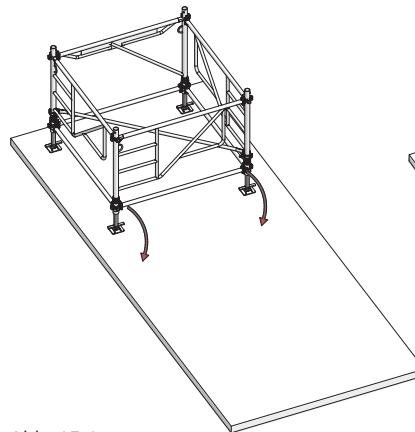

Abb. 15.1
Der Untergrund muss eben sein, damit eine Montage möglich ist (Abb. 15.1).
2. Die montierte Ebene 1 um 90° kippen (Abb. 15.1). Alle weiteren Ebenen werden nun horizontal angebaut und der Turm bei Erreichen der Endhöhe aufgestellt.